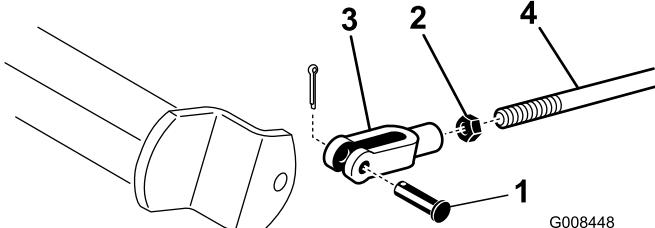

Figura 46
2. Nel caso in cui i freni non si bloccino in modo uniforme, togliete la coppiglia ed il perno del cavallotto per scollegare le aste dei freni (Figura 46).
3. Allentate il controdado e regolate il cavallotto come opportuno (Figura 46).
4. Montate il cavallotto sull'albero del freno (Figura 46).